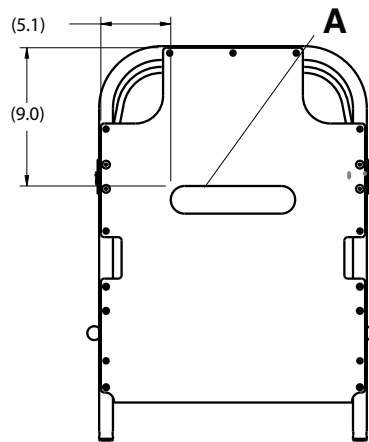

Рисунок 1 – Прикрепите застежку Velcro® к спинке в положении Фаулера
6. Снимите подложку с застежки **Velcro®** для спинки в положении Фаулера (A) и прикрепите застежку **Velcro®** к поверхности спинки в положении Фаулера (Рисунок 1).